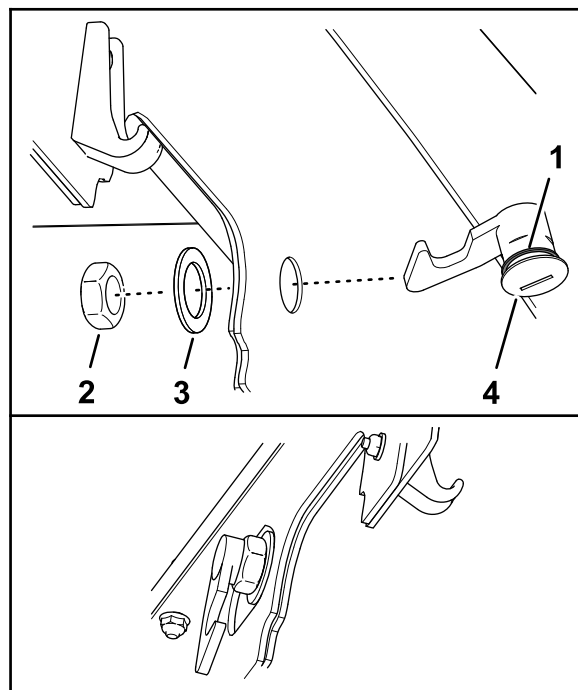

Figura 36
3. Assegure-se de que o vedante é montado na fechadura do capot (Figura 36).